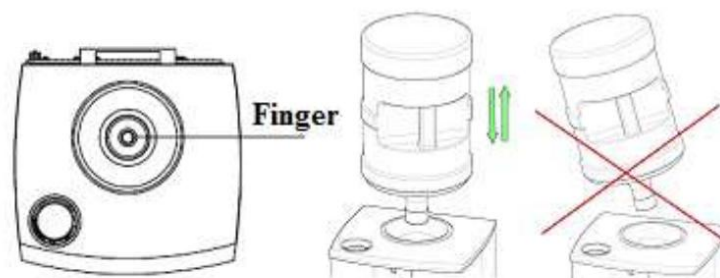

Abbildung Nr. 7. «Plazierung der Flasche auf dem Gerät»
- 2.2 Platzieren Sie die Flasche auf dem oberen Geräteteil mit dem Flaschenhals nach unten senkrecht auf den Öffnung Finger (Siehe Abbildung Nr. 7.);